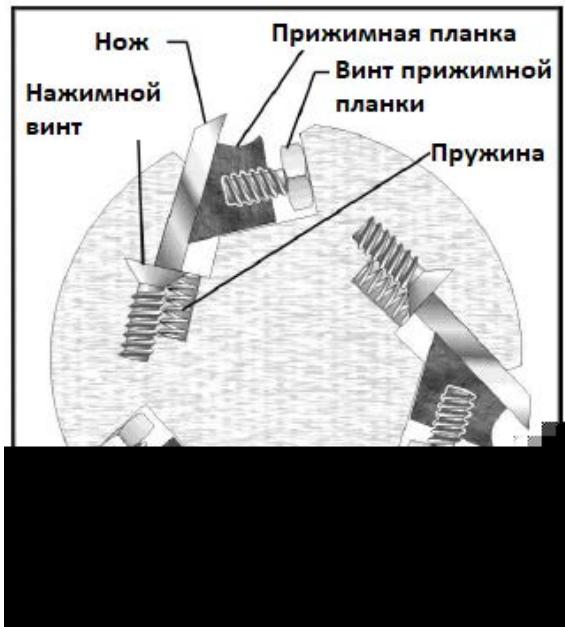

Рис. 16 (строгальный вал с прямым расположением ножей)
См. Рис. 16.
4. Очистите паз, в котором располагаются нож и прижимная планка. Сложите новый нож и планку вместе и вставьте в паз вала. Убедитесь в правильной ориентации ножа, как показано на Рис. 16.